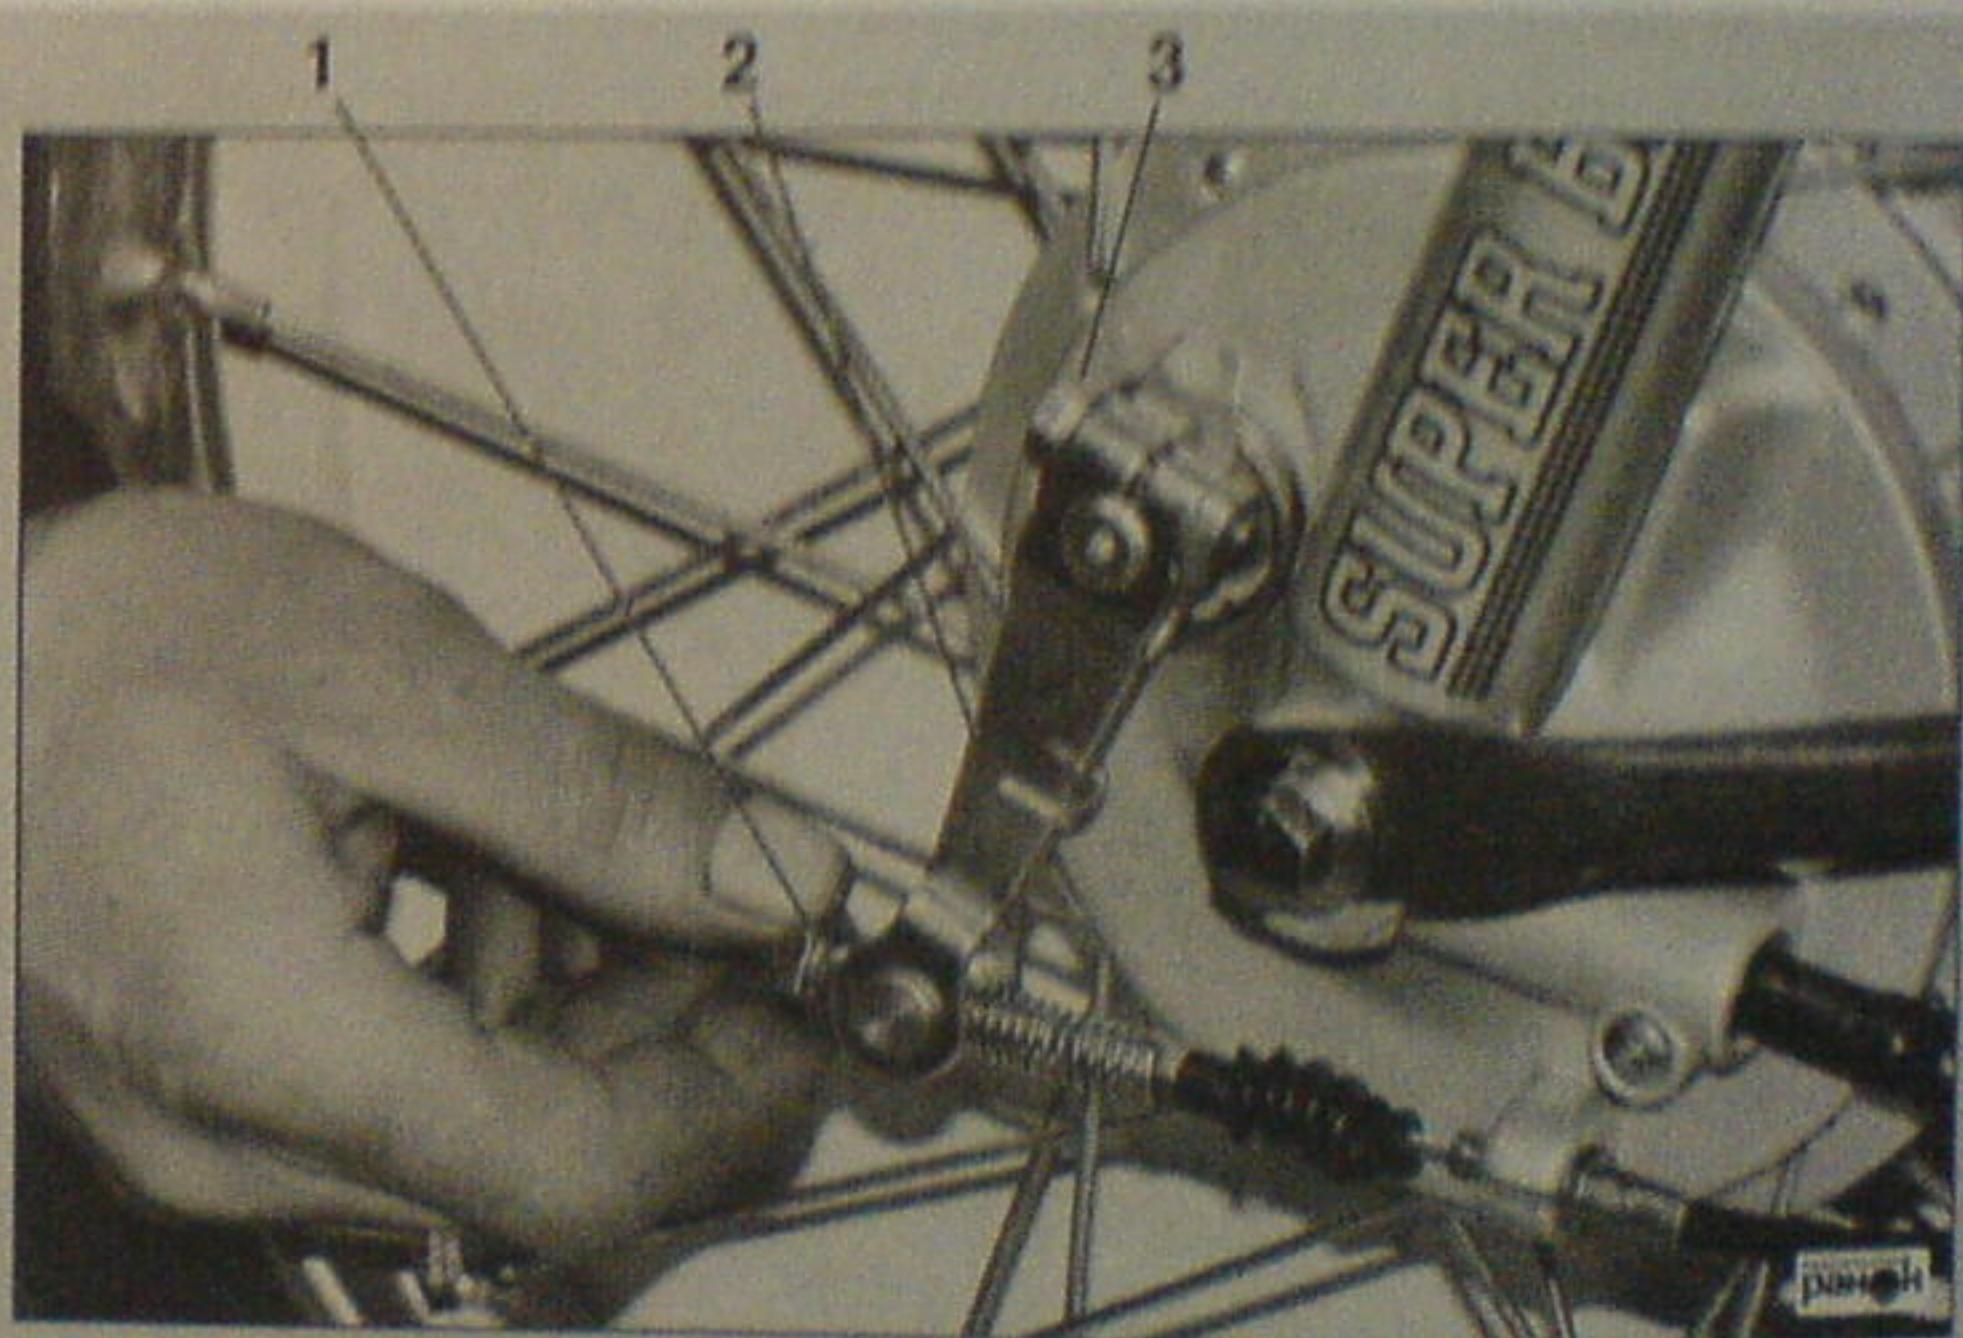

Рис. 33. Регулировка переднего тормоза: 1 – регулировочная гайка; 2 – тормозной рычаг; 3 – гайка тормозного рычага переднего колеса
- отрегулировать свободный ход рычага переднего тормоза (для уменьшения свободного хода нужно вращать регулировочную гайку 1 (рис. 33) по часовой стрелке, а для увеличения свободного хода – против часовой стрелки);